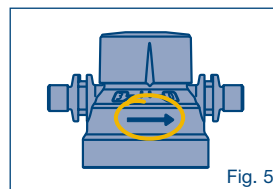

Fig. 5
2. preste atención a la flecha de dirección correcta en la cabeza de filtro, el filtro sólo se debe instalar en la dirección del flujo. (ver Fig. 5)